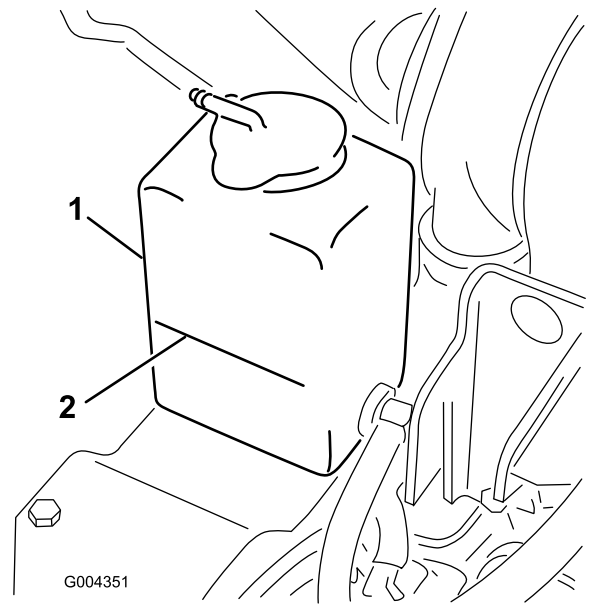

図 50
- 冷却水の量は補助タンクで点検する 図 50。
- I. 冷却水補助タンクの Full マークまで、補助タンクに冷却水を追加する 図 50。